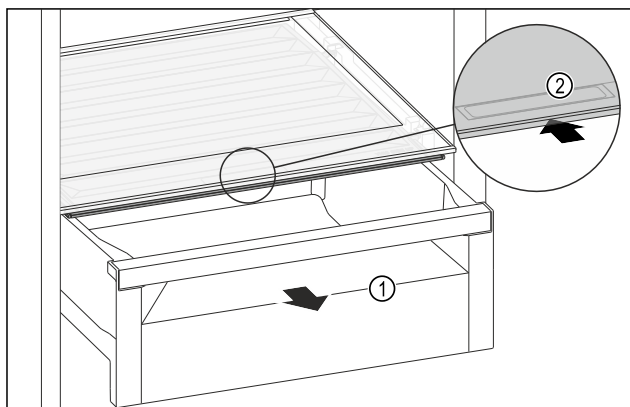

Fig. 172
- Retirer le tiroir Fig. 172 (1).
- Saisir la poignée encastrée Fig. 172 (2) du couvercle du compartiment et pousser le couvercle du compartiment vers l'arrière.